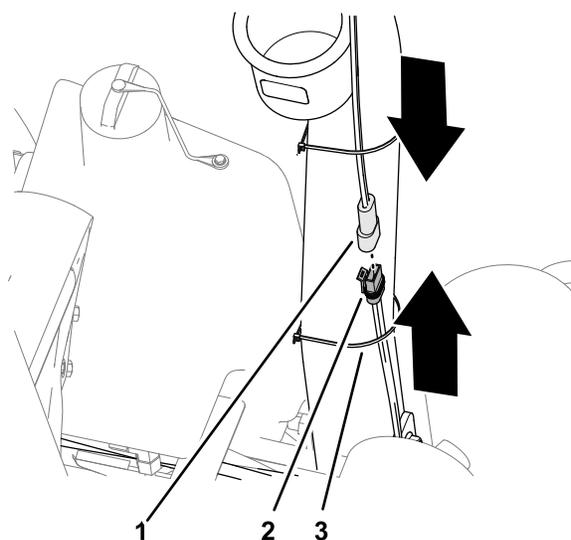

Figura 19
- Prenda a cablagem da alimentação ao tubo da barra de segurança com uma braçadeira de cabos (Figura 19).
- Ligue o conector de duas tomadas da cablagem da alimentação ao conector de dois pinos para a cablagem do toldo (Figura 19).